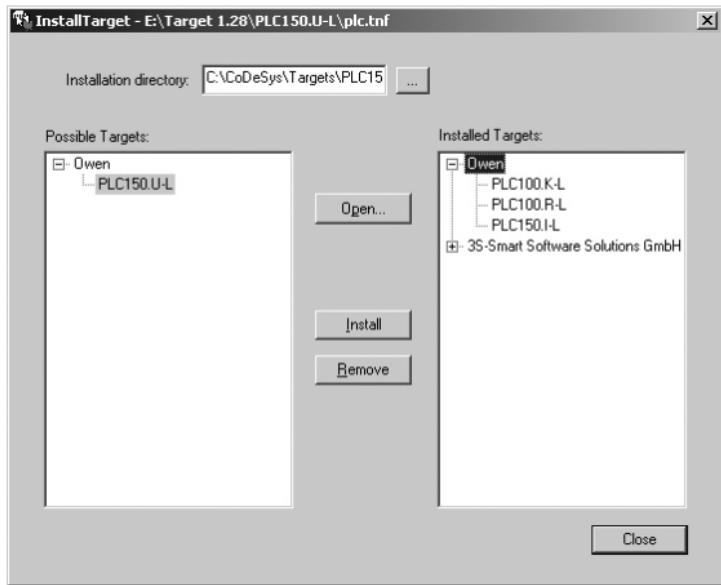

Рисунок 6.1 - Окно «InstallTarget» утилиты InstallTarget
- В открывшемся при запуске утилиты **InstallTarget** окне (рисунок 6.1) – нажать кнопку Open и указать путь доступа к инсталлируемому Target-файлу (имеющему расширение **\*.tnf**, Target Information File). Target-файлы контроллеров ОВЕН ПЛК100 могут быть скачаны с сайта [www.owen.ru](http://www.owen.ru). При скачивании с сайта папку с Target-файлами надо разархивировать и сохранить на жестком диске ПК.